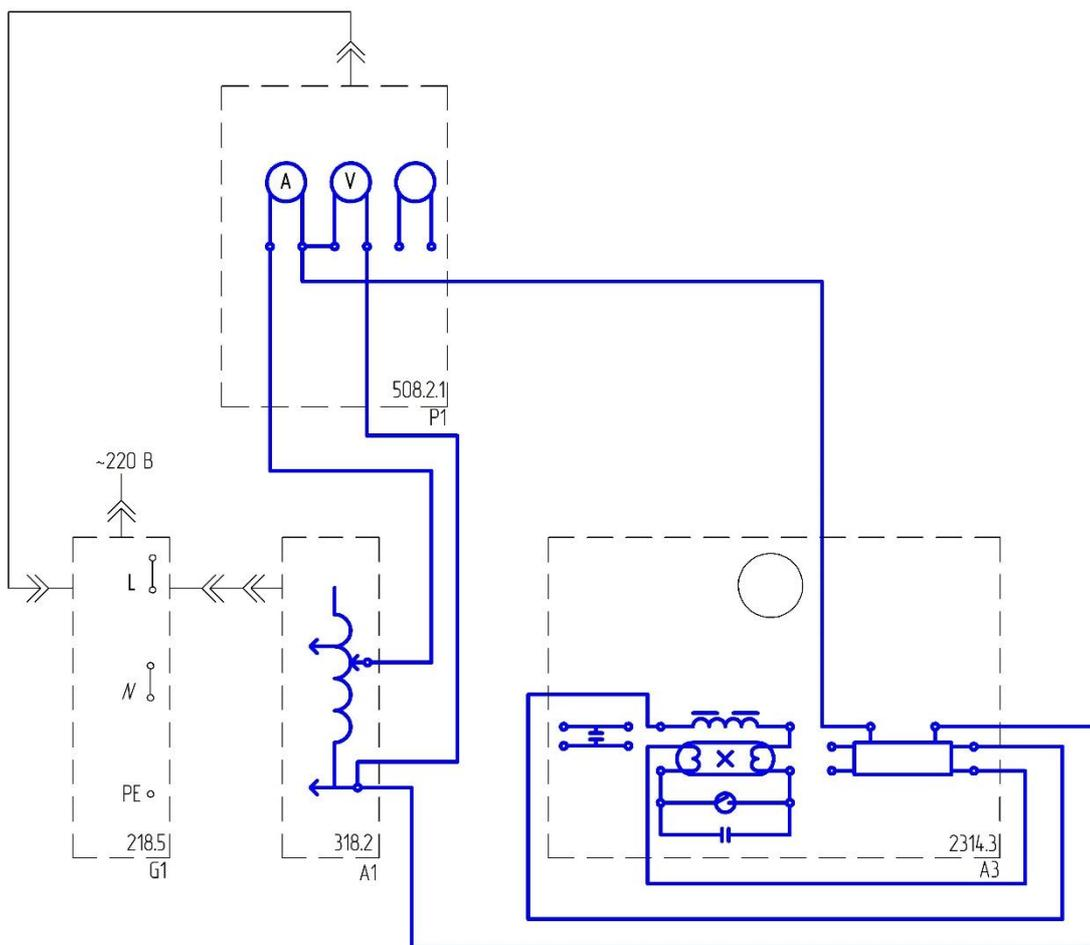

Рис.2.6.
- Соедините аппаратуру в соответствии со схемой электрических соединений, приведенной на рис.2.6.